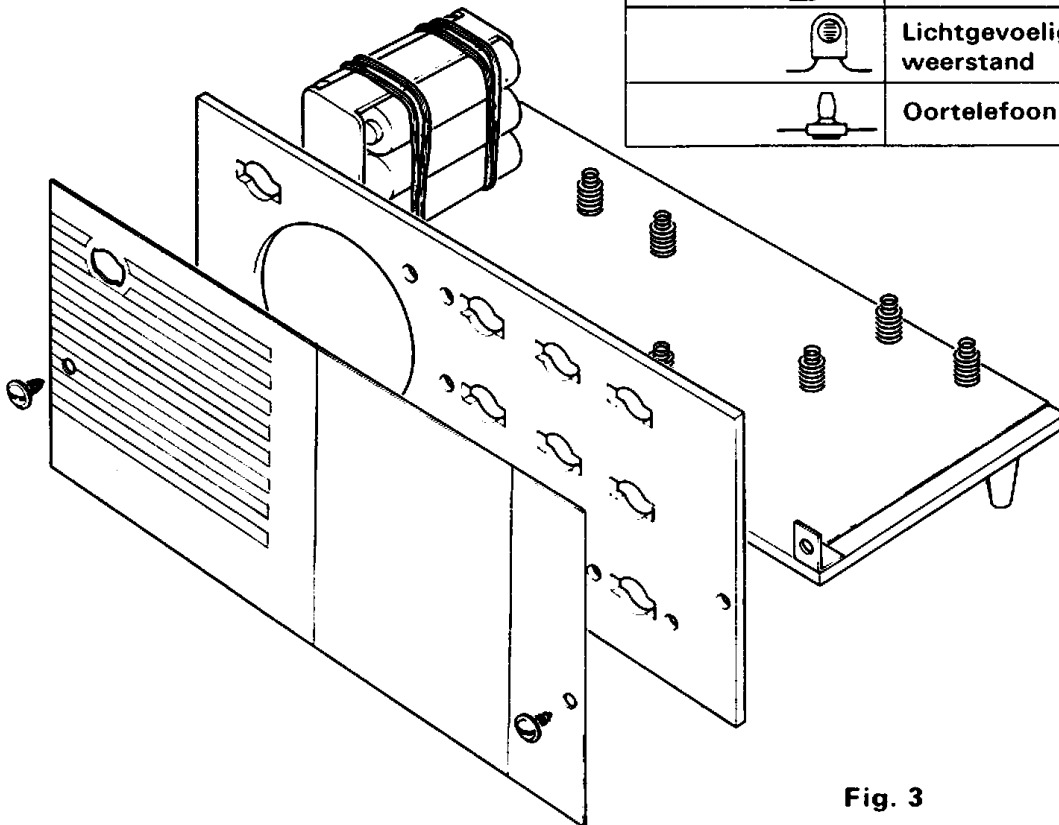

Fig. 3
schroeven (45) aan de montageplaat (fig. 3).